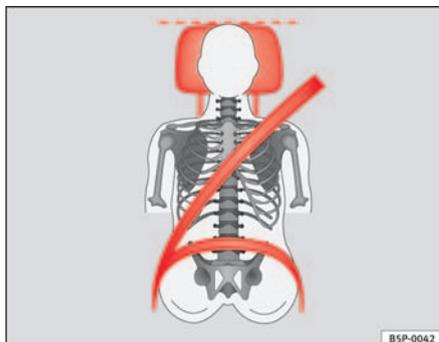
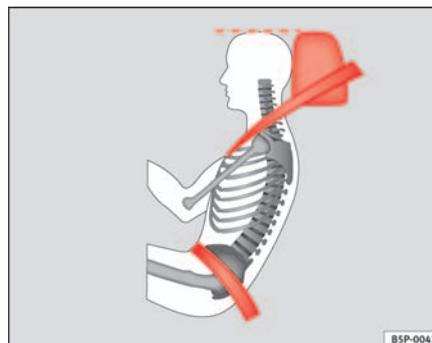

Fig. 90 Vue de face : appuie-tête convenablement réglé et ceinture correctement ajustée
Fig. 91 Vue de côté : appuie-tête convenablement réglé et ceinture correctement ajustée
- Ajustez l'appuie-tête de sorte que le bord supérieur de celui-ci soit à la même hauteur que la partie supérieure de la tête, et au minimum à la hauteur des yeux ⇒ fig. 90 et ⇒ fig. 91.